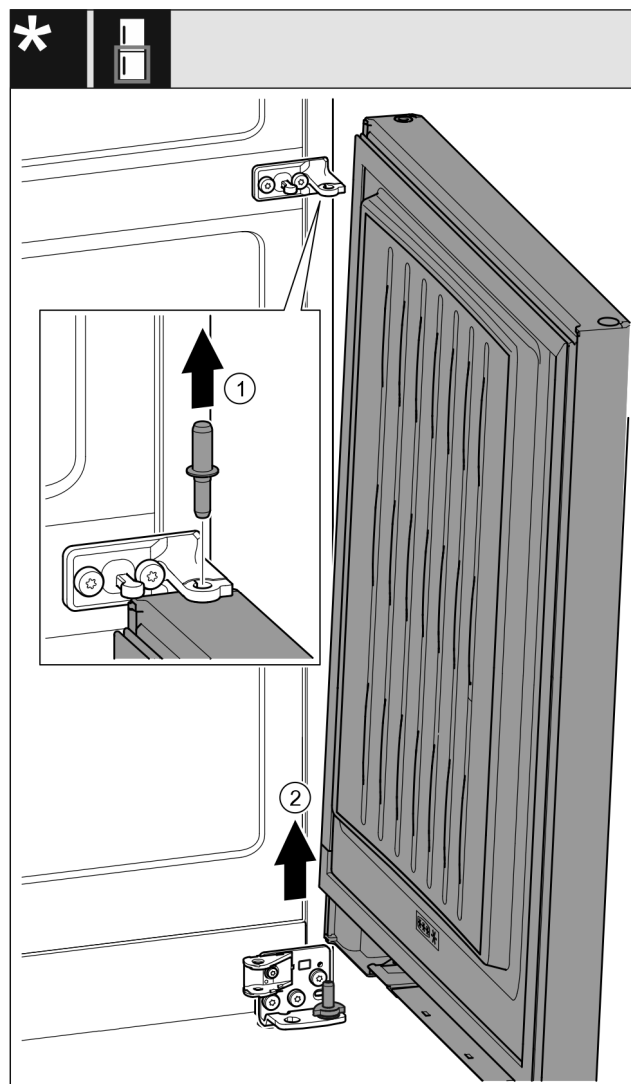

Fig. 23\*
- ▶ Træk boltene opad og ud. Fig. 23 (1)\*
- ▶ Sving lågen ud, træk den opad, og stil den til side. Fig. 23 (2)\*